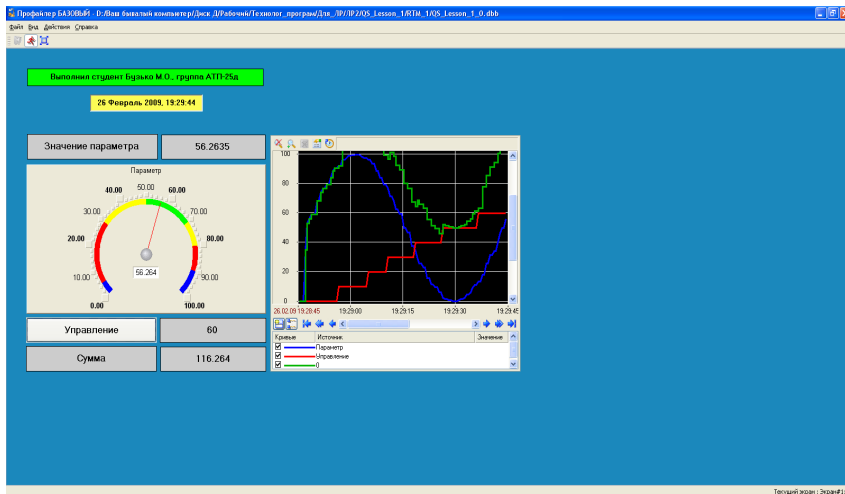

Рис. 13
4.5.4. За допомогою кнопки **Управління** ввести величину "управляючої дії" і спостерігати відповідну зміну реального значення каналу **Управління** і результату роботи програми підсумовування (рис. 13).